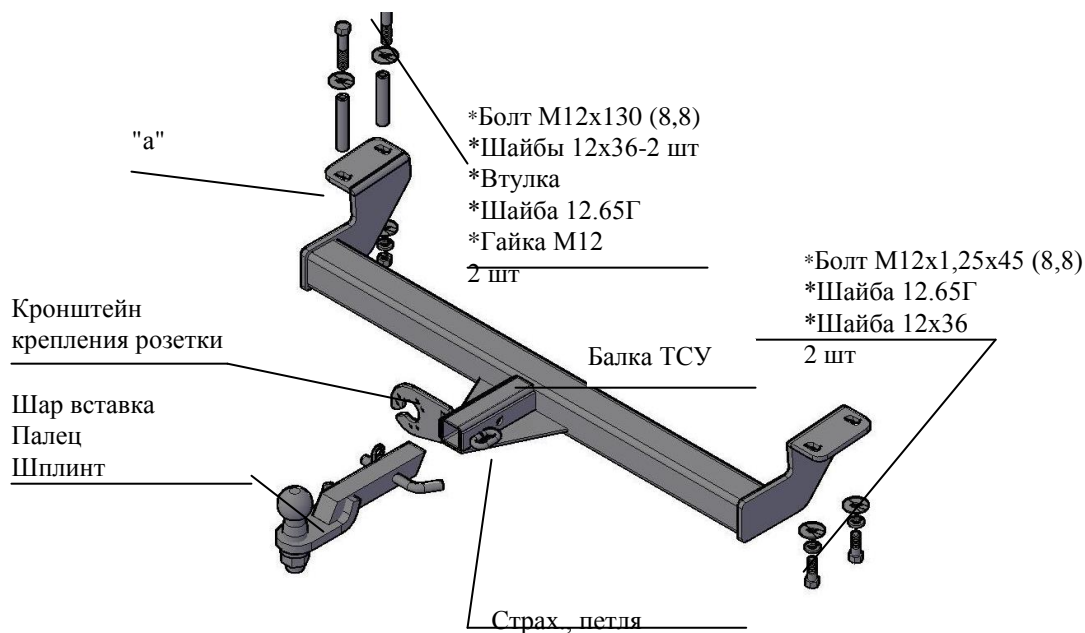

Рис.1 Тягово-сцепное устройство 8221.
2.1 ТСУ 8221 в сборе (рис.1)	1 шт.
2.2 Пакет с комплектующими (см. рис.1)	1 шт.